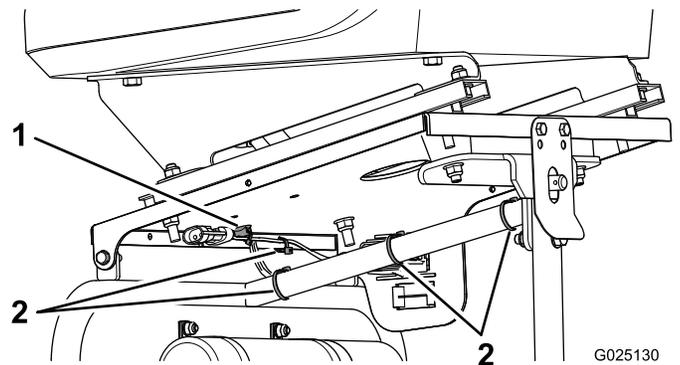

Bild 11
10. Verwenden Sie die Kabelbinder, um die Drähte an der Sitzstützstrebe und an der Vorderseite der Sitzpfanne zu befestigen (Bild 11).
9. Bauen Sie die Steckaufnahme in die Bohrung an der Unterseite der Sitzpfanne ein (Bild 11).